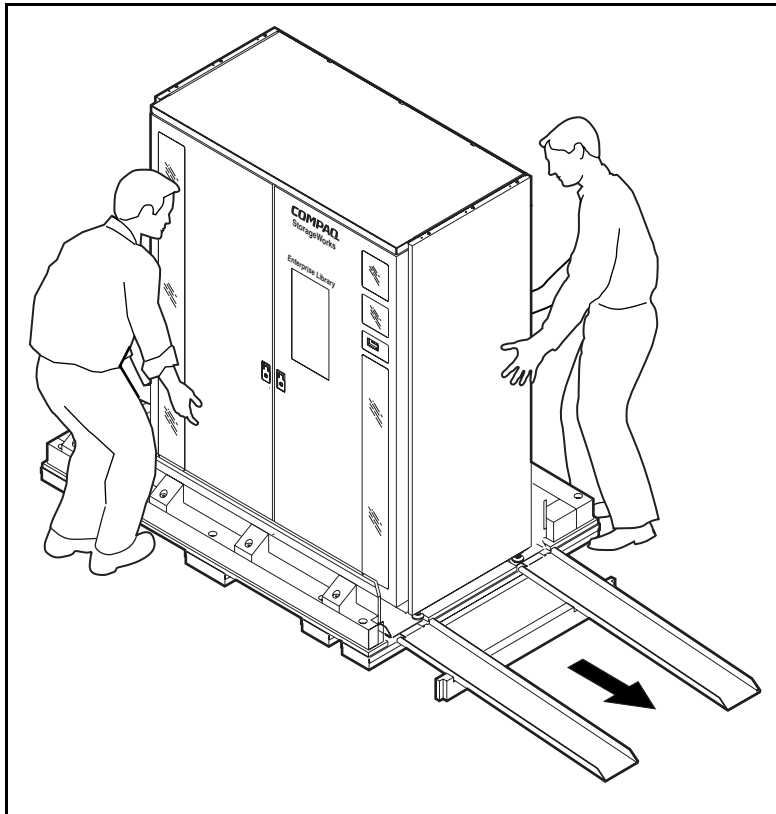

Figure 4-13. Descente de la librairie de sauvegarde sur cartouches le long de la rampe
6. Avec l'aide de deux personnes, guidez lentement la descente de la librairie de sauvegarde sur cartouches sur la rampe (voir Figure 4-13). Contrôlez la vitesse de la descente.